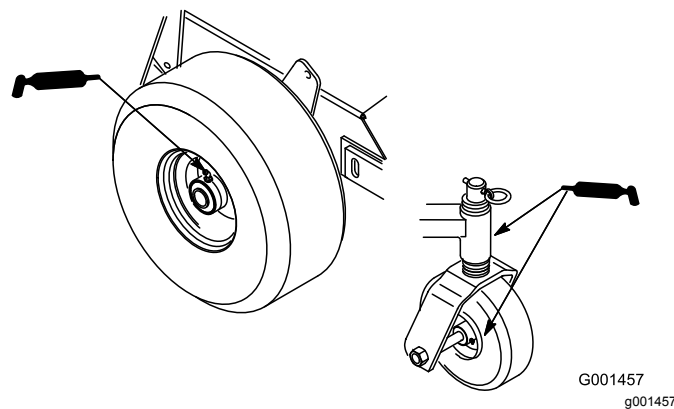

Figure 20
1. Lubrifiez les roulements des roues avant ainsi que les pivots avant (Figure 20).
2. Graissez les roulements des roues motrices (Figure 20).